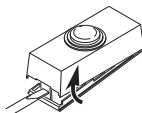
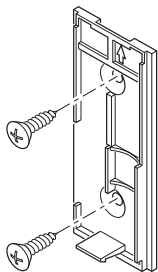

Figure 1
Figure 4
Ôtez la partie arrière du boîtier en enfonçant la patte du bas au moyen d'un petit tournevis (voir la Figure 1). Voir la bonne orientation de la pile sur le schéma à l'intérieur de l'unité de bouton-poussoir. *Note* : Si les piles sont déjà en place, retirez la languette orange.
- **Au moyen de vis :** Pour faire l'installation avec les vis, enlevez le dos du boîtier sur les agrafes de la base avec un tournevis (voir la Figure 1). Fixez le dos du boîtier au chambranle ou au mur (voir la Figure 4). *Note :* Enlevez les débris des trous de vis (au besoin) avant d'installer les vis. Enclenchez la partie avant de l'unité de bouton-poussoir en place.